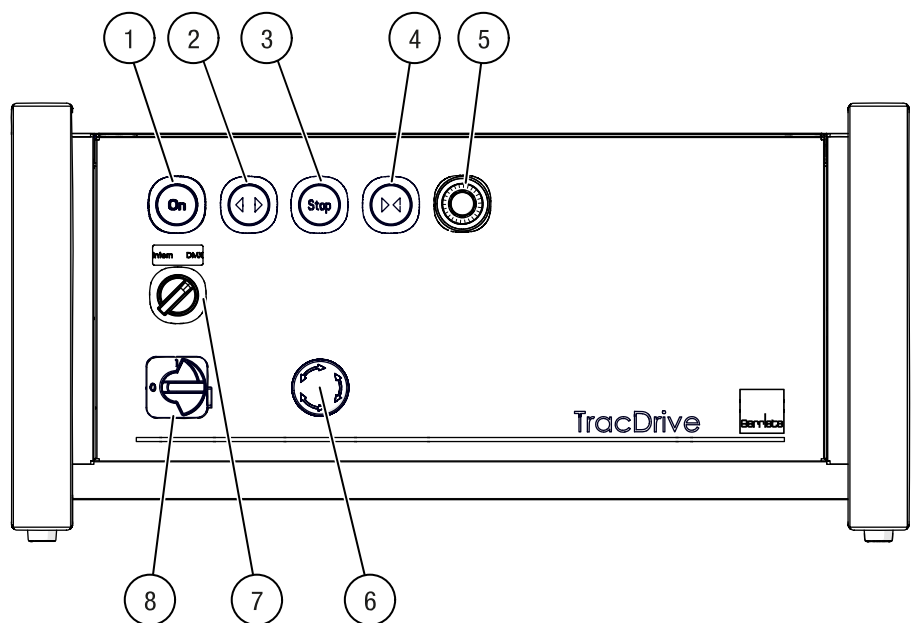

Abb. 109: Vorderseite – Steuerung G-FRAME 54
2. Drehen Sie den Hauptschalter in die 1-Stellung, um die Steuerung einzuschalten (8/Abb. 109).
3. Überprüfen Sie, ob die „ON“-Leuchte (1/Abb. 109) aufleuchtet.
4. Stellen Sie den Schalter „Intern/DMX“ (7/Abb. 109) auf die gewünschte Eingangsquelle ein:
6. Drücken Sie die Taste „Auf“ (2/Abb. 109), um den Vorhang zu öffnen.
7. Drücken Sie die Taste „STOP“ (3/Abb. 109), um den Fahrvorgang zu stoppen.
8. Drücken Sie die Taste „Zu“ (4/Abb. 109), um den Vorhang zu schließen.
10. Regeln Sie bei lokaler Steuerung mit variabler Geschwindigkeit die gewünschte Geschwindigkeit mit dem Potentiometer (5/Abb. 109).